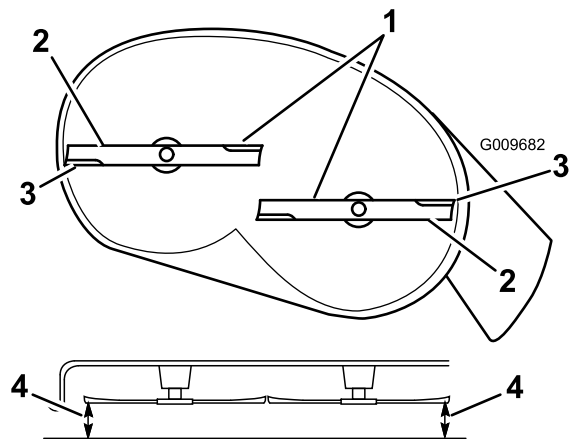
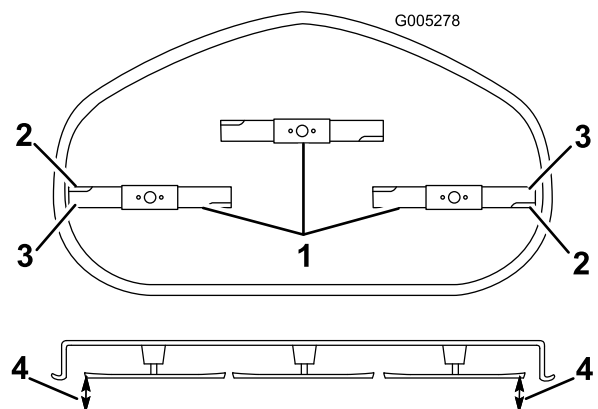

Рисунок 68
Рисунок 69
- Осторожно поверните ножи так, чтобы расположить их в поперечном направлении (Рисунок 68 и Рисунок 69).
- Измерьте расстояние от наружных режущих кромок до плоской поверхности (Рисунок 68 и Рисунок 69).